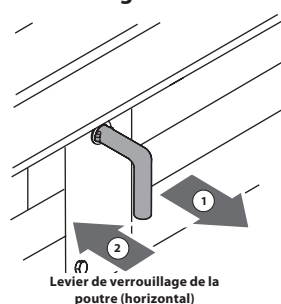

Figure 15
- b. Le levier de verrouillage horizontal est autobloquant. Le verrou à ressort s'enclenchera lorsque la poutre est abaissée en position. Voir Figure 15.